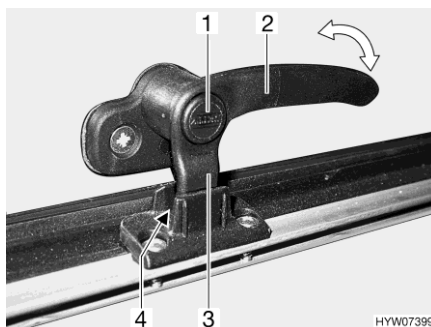

Fig. 37 Levier de verrouillage (position "Aération permanente")
- En position "Aération permanente" (Fig. 37)
- Enfoncer le bouton de sécurité (Fig. 37,1) et le maintenir enfoncé.
- Tourner le levier de verrouillage (Fig. 37,3) d'un quart de tour vers le centre de la fenêtre.
- Remettre le levier de verrouillage en position initiale. Le tenon de verrouillage (Fig. 37,3) du levier de verrouillage doit pénétrer alors dans le logement prévu à cet effet dans le verrouillage de fenêtre (Fig. 37,4).
- Relâcher le bouton de sécurité (Fig. 37,1).